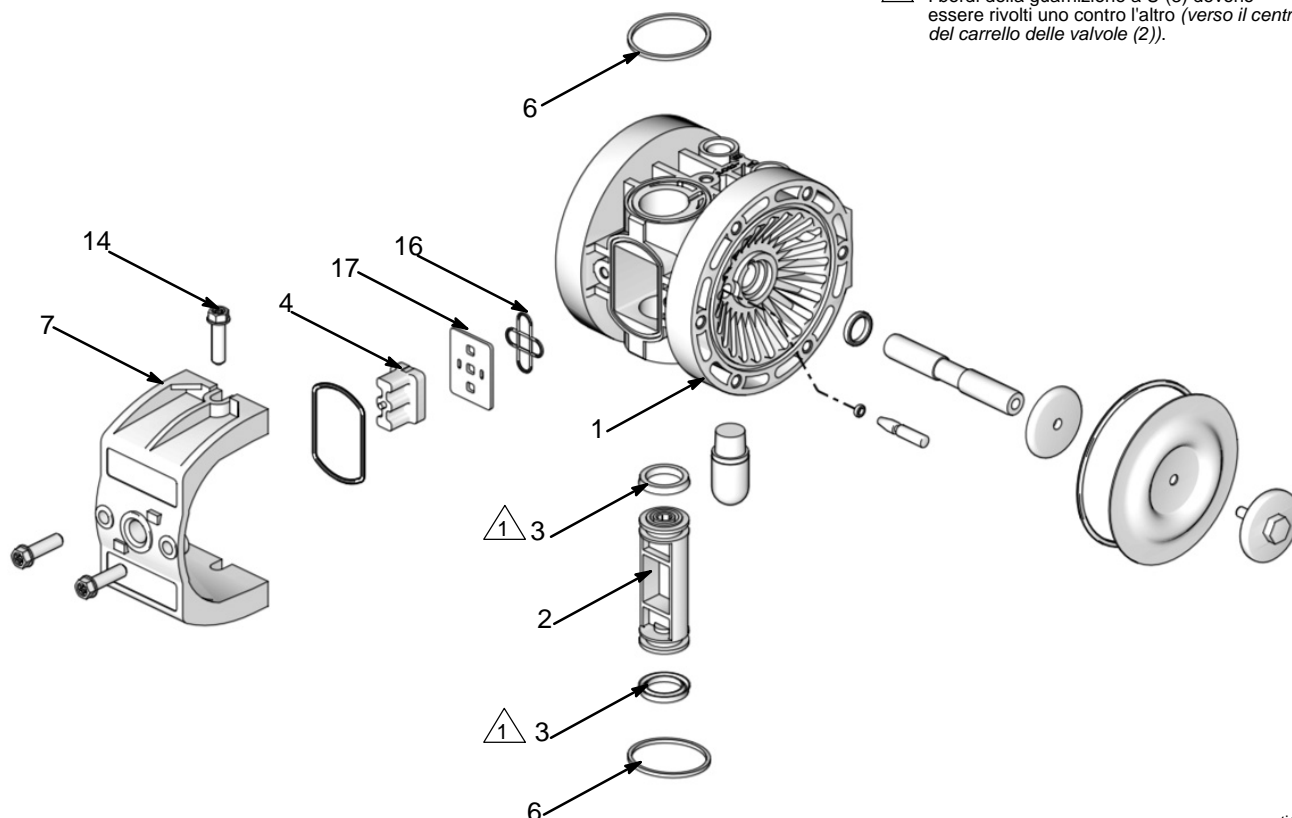

FIG. 5
Eeguire la manutenzione della valvola dell'aria come indicato nel seguito. Vedere FIG. 5.
2. Rimuovere le quattro viti (14) che reggono il coperchio della valvola (7) sul corpo centrale (1).
3. Rimuovere il blocco valvole (4) e il carrello della valvola (2) e sostituire le guarnizioni a U (3). Sostituire il carrello della valvola e il blocco valvole. Quando si sostituisce il carrello della valvola, posizionare completamente da una parte o dall'altra.
**NOTA:** Il blocco valvole mostrato in FIG. 5 è specifico per pompe con motore pneumatico. Se la pompa dispone di un motore pneumatico controllato da un'elettrovalvola, questo punto non si applica. Le parti 2, 3, 4, 16 e 17 non sono richieste.
5. Per rimontare il coperchio della valvola (7), spostarlo quel tanto che basta per non danneggiare le guarnizioni quadrate degli anelli (6) e far scorrere il coperchio (7) nella sezione centrale.
6. Montare le viti (14) e serrare con una coppia di 5,0-5,3 N•m (45-47 in-lb). Vedere **Sequenza di serraggio** a pagina 18.